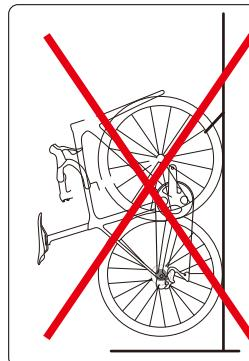

図 12
- ・不適切な保管により、カーボンホイールが損傷する可能性があります。ホイールを吊り下げて保管しないでください (図 12)。